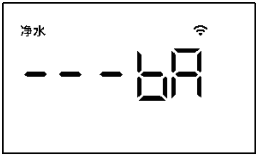

图8
- d. 确认设备阀门处于反冲过程后（显示屏显示如图8），缓慢地将旁通阀开至正常工作位置（关闭旁通功能）；建议旁通阀先打开1/3，让水缓慢进入机器设备，直到排水管有水流出，再完全打开旁通阀。